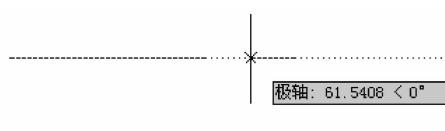

图 4-5 上对正
- (1)对正(J)：用于确定如何在指定的点之间绘制多线。
①上(T)：表示在光标下方绘制多线，因此，在指定点处将会出现具有最大正偏移值的直线，如图 4-5 所示。